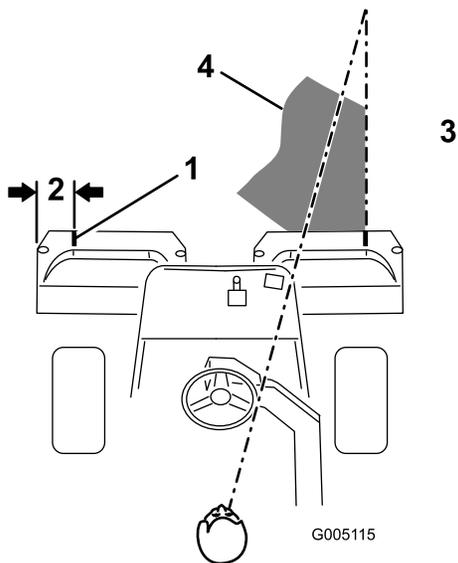

図 11
- 2. その位置に白色テープか白ペンキで集草箱の縁と平行に目印を入れる 図 11。